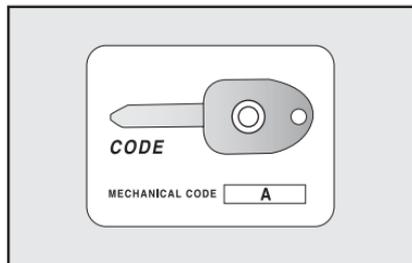

fig. 2
- desbloqueo del baúl por medio del control remoto (llave **B-fig. 2**);
- bloqueo/desbloqueo de las puertas y del baúl por medio del control remoto (llave **B-fig. 2**).
Junto a las llaves se entrega la CODE CARD **fig. 2** en la que se encuentran:
**A-fig. 2** - El código mecánico de las llaves que debe comunicar al personal de la **Red de Asistencia Fiat** si desea solicitar duplicados de la llave.